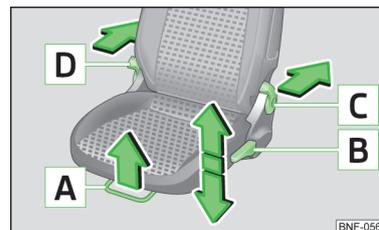

Fig. 44
Éléments de commande du siège conducteur » fig. 44
- Tirez la manette **A** » fig. 44 dans le sens de la flèche et poussez le siège dans la direction souhaitée.
- Tirez ou poussez de façon répétée sur la manette **B** » fig. 44 dans la direction de l'une des flèches.
- Tirez la manette **C** dans le sens de la flèche » fig. 44 et réglez l'inclinaison souhaitée du dossier en vous aidant de votre dos.
- Tirez la manette **D** » fig. 44 et rabattez le dossier entièrement vers l'avant.